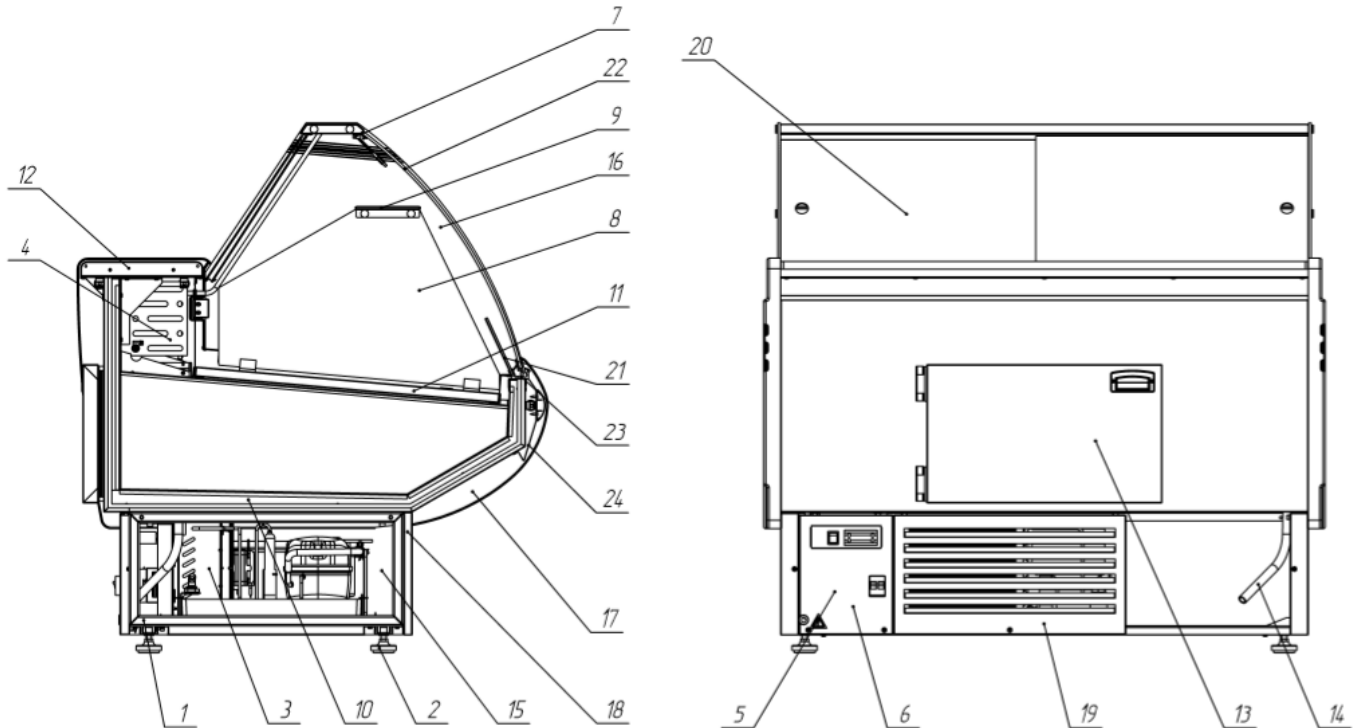

Рисунок 2 – Розміщення основних вузлів та комплектуючих
- на пульті управління (поз.6 рис.2) встановити автоматичний вимикач живлення у положення відповідне стану "ВКЛ". Включить освітлення вимикачем;